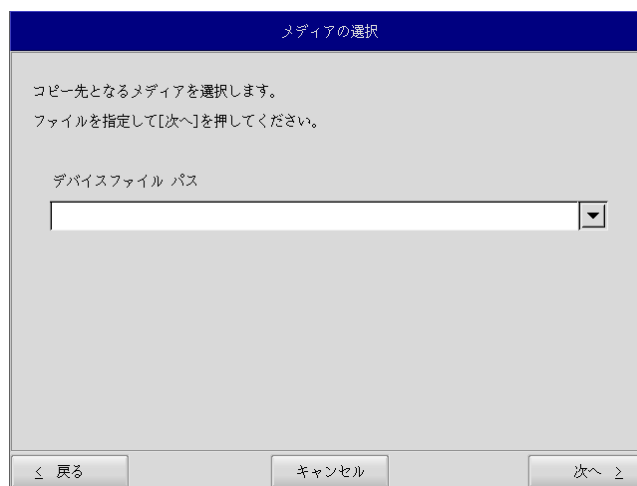

図 6-4-1. メディア選択画面
- ⑤ メディアの選択画面（図 6-4-1）が表示されます。コピー先となるメディアを選択します。